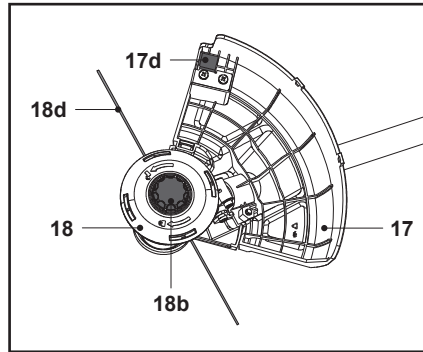

Fig. 24
1. Tapoter le système de déroulement automatique (18b) sur un sol dur pour que la tête de coupe-bordures (18) libère les fils de coupe (18d).
2. L'excédent de fil est coupé par la lame (17d) (Fig. 24).